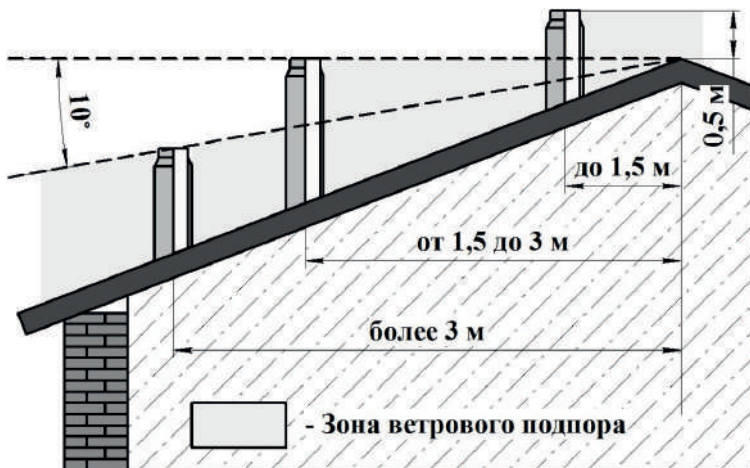

Рисунок 6 - Требования к высоте дымохода
- не ниже линии, проведенной от конька вниз под углом  $10^\circ$  к горизонту при расположении дымовой трубы от конька на расстоянии более 3 м (см. рисунок 6).